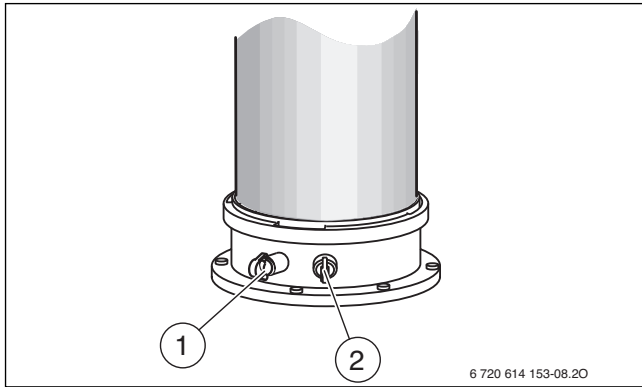

Bild 179 Abgasmessstutzen und Verbrennungsluft-Messstutzen
- ▶ Stopfen am Abgasmessstutzen [1] entfernen (→ Bild 179).